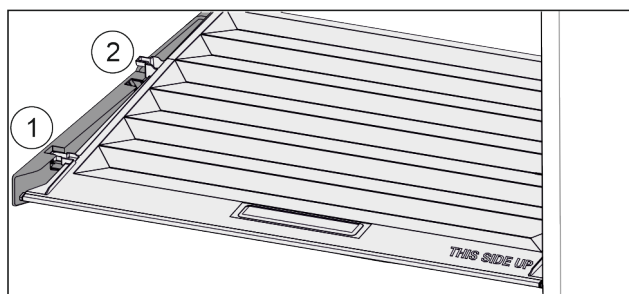

Fig. 94
- ▶ Vytáhněte víko dopředu až k otvoru v přídržných dílech Fig. 94 (1).
- ▶ Vzadu zespodu nadzvedněte a vyjměte směrem nahoru Fig. 94 (2).